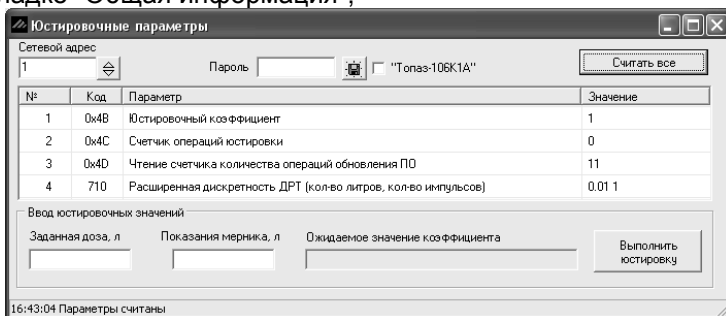

Рисунок 8
- в) нажать на панели инструментов программы иконку "Юстировка". В появившемся окне "Юстировочные параметры" (рисунок 8) необходимо выбрать сетевой адрес устройства и ввести пароль доступа к юстировке (заводское значение – "1234"). Если сетевой адрес неизвестен, то его можно узнать, считав ID-номер и конфигурацию устройства на закладке "Общая информация";